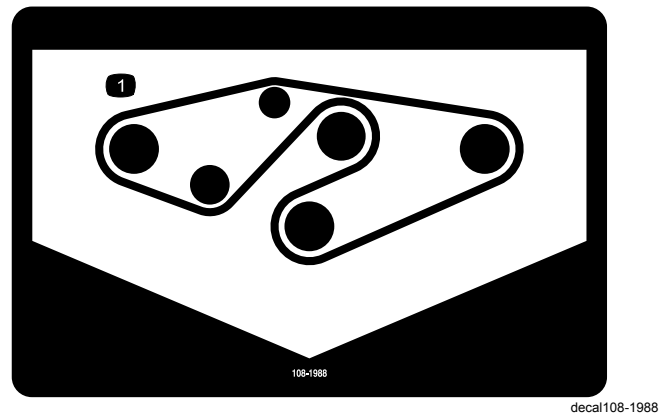

Bild 35
4. Verlegen Sie den neuen Riemen um die Spindelscheiben und die Spannscheiben, siehe Bild 35.